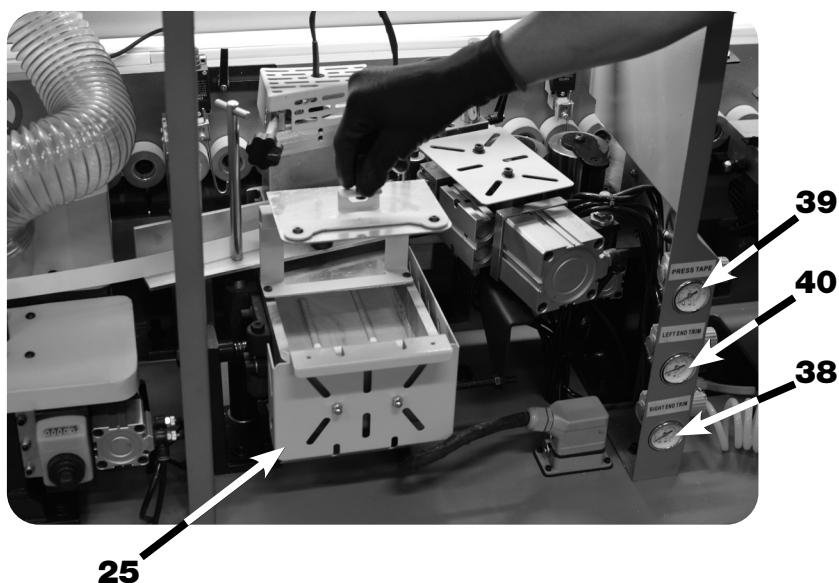

FIGURA 30 – Coleiro
4. **ABRIR** a Porta de Acesso (68);
5. **ABASTECER** a Bandeja do Cola (25) (figura 30) com a cola adequada para o processo, deixando seu nível sempre acima do meio;
6. **CONFERIR** e se necessário **AJUSTAR** a pressão de atuação dos Rolos Pressor (31) e do Destopador (12), pelos Manômetros (38), (39) e (40) (figura 30);